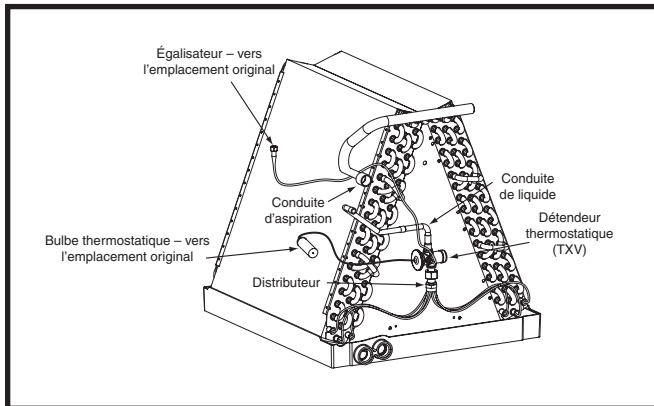

Figure 2. Serpentin C5 avec détendeur thermostatique
3. Installez le détendeur thermostatique entre le distributeur et la conduite de liquide de 3/8 po (Figure 2, page 3).